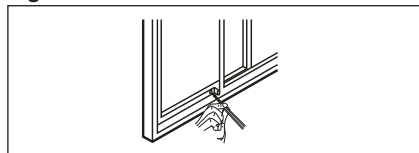

Fig. 22
7. For å sikre glidekarmen i posisjon, festes den rettviklede vinduskarmlåsen med en 1/2" (12,7 mm) skruer slik som vist (Fig. 22).